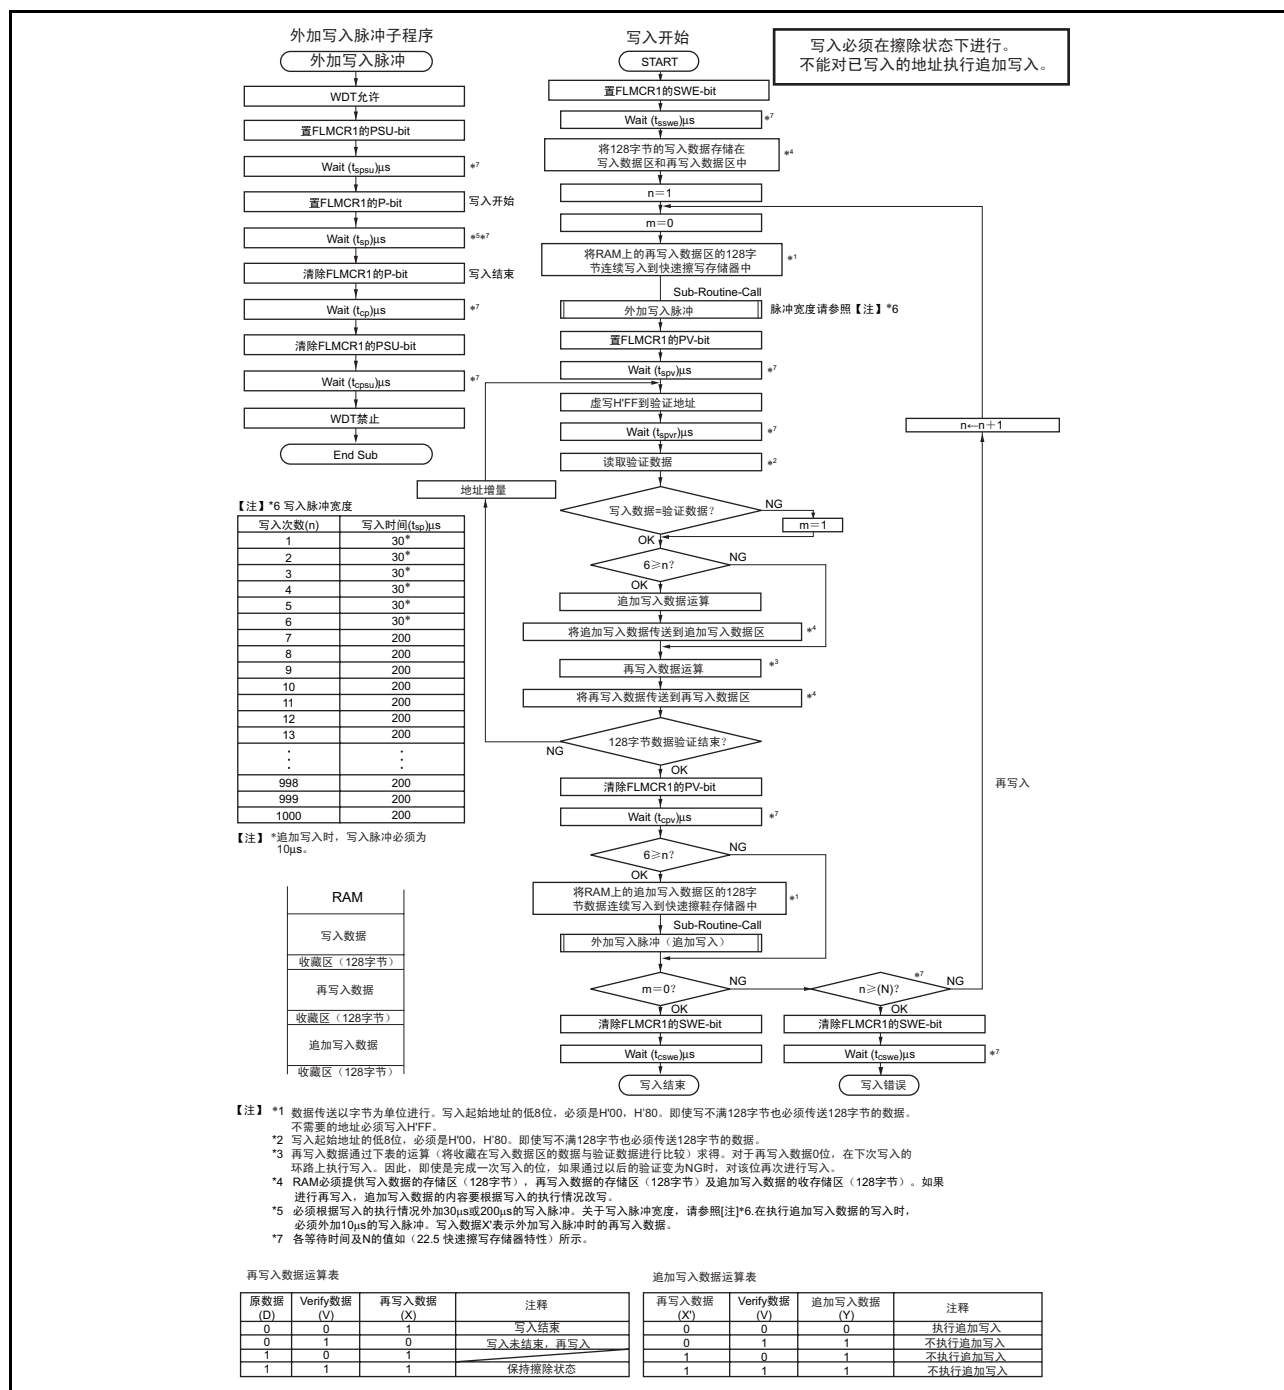

图 17.7 程序 / 程序验证流程图
快速擦写存储器的编程请依照图 17.7 所示的编程 / 编程验证流程图。如果按照这个流程图进行编程操作的话，可以不损坏对器件的电压应力或数据的可靠性进行编程。
3. 必须在 RAM 上保证 128 字节的写入数据区，128 字节的再次写入数据区和 128 字节的追加写入数据区。再次写入数据的运算，追加写入数据的运算如图 17.7 进行。
5. P 位置 1 的时间为编程时间。请按照图 17.7 设定编程时间。